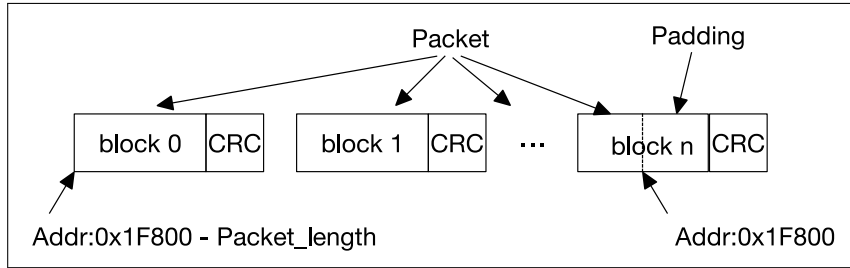

图 33-8. 主机向从机发送递增地址包的数据流
- 对于递增地址包，从机判断有效数据是由地址决定的，当数据地址大于等于 0x1F800 后会被判定为无效数据从而丢弃。因此，主机应将 CMD53 起始地址字段设为 $0x1F800 - \text{Packet_length}$ (Packet_length 的单位是字节)。递增地址包在 SDIO 总线上的数据流如图 33-8 所示。